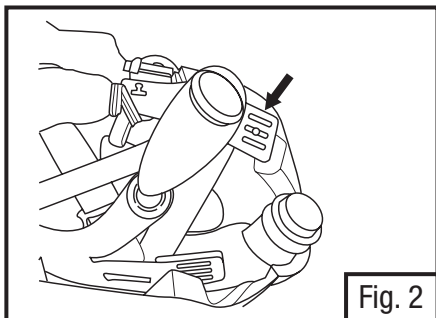

Fig. 2
- Le serre-tête pour coiffe peut être réglé en quatre points. Deux à l'arrière et deux à l'avant. Pour modifier la position du serre-tête, déloger la cheville de la fente de réglage de la hauteur et l'insérer dans une autre fente de l'« échelle » (Fig. 2). Chaque point de réglage peut être réglé indépendamment pour un ajustement sur mesure.
- b. **Pièce faciale de série M-100 seulement** : Les courroies en tissu de la pièce faciale M-100 peuvent être réglées en faisant glisser le verrou bleu de la courroie situé sur la courroie centrale (Fig. 2). Faire glisser la boucle vers l'arrière de la pièce faciale pour serrer les courroies et relever la pièce faciale sur la tête. Faire glisser la boucle vers l'avant de la pièce faciale pour desserrer les courroies et abaisser la pièce faciale sur la tête.